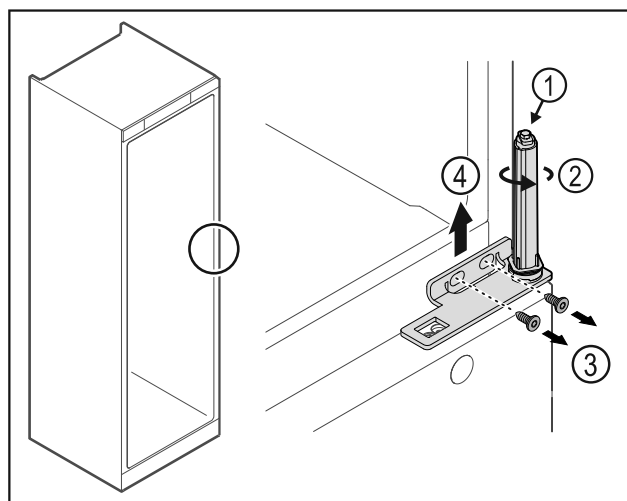

Fig. 27
- Ne pas désassembler le système de fermeture de la porte Fig. 27 (1).
- Tourner le système de fermeture Fig. 27 (2) jusqu'à entendre un clic.
► Desserrer les vis Fig. 27 (3) et retirer l'équerre de charnière par le haut Fig. 27 (4).